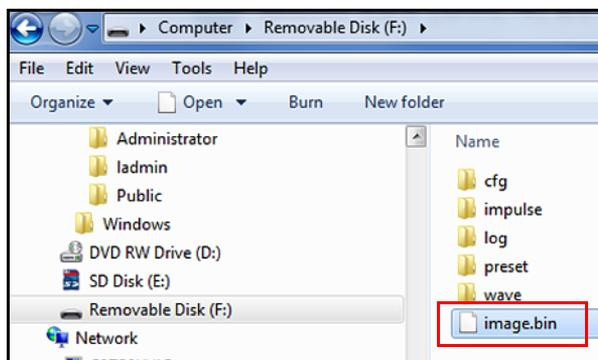

Figure 105 : emplacement du fichier `image.bin` sur le PT900
**Remarque :** *Vous devez copier le fichier `image.bin` dans le répertoire racine du PT900, comme illustré dans la *Figure 105* ci-dessous.*